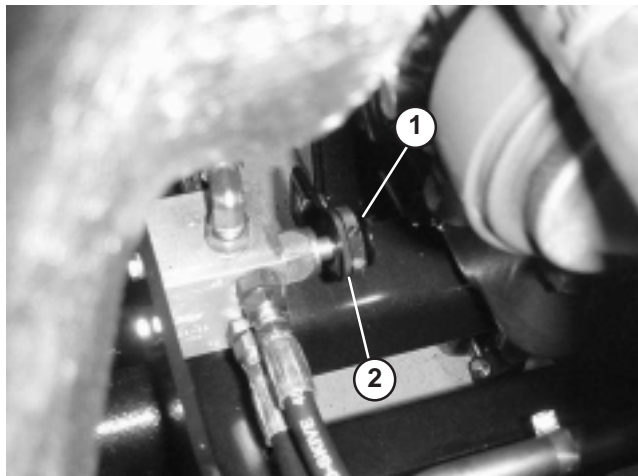

Bild 9
1. Ermitteln Sie das Ventil für die hinteren Mähwerke, das sich vor der Hinterachse befindet (Bild 9).
2. Lösen Sie den Arretierungsring, mit dem der Knopf befestigt ist (Bild 9).